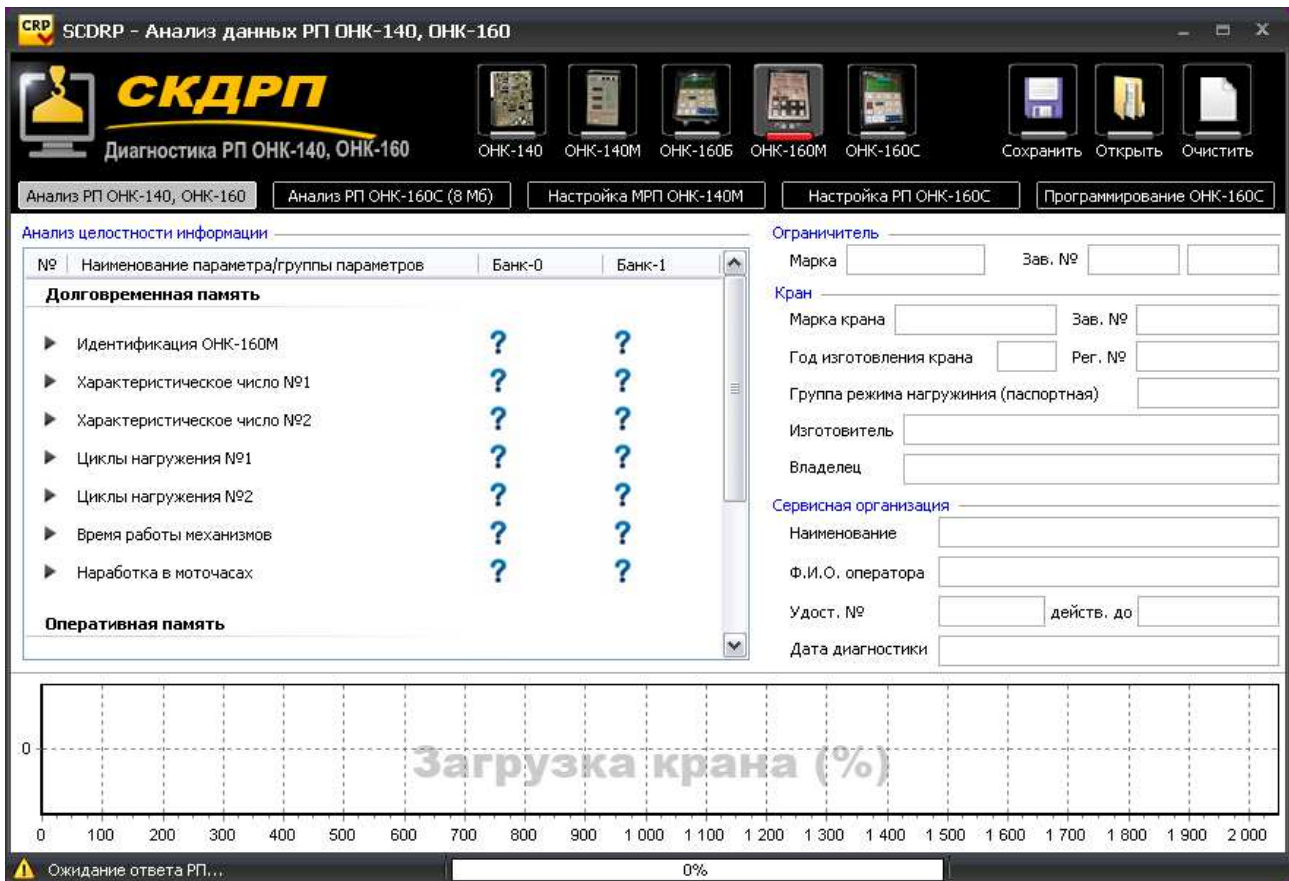

Рисунок 31. Считывание информации из РП ОНК-160М.
5. Нажать кнопку считывание информации с РП ОНК-160М –  . Таблица анализа за целостности информации заполнится наименованиями блоков. В строке состояния появится сообщение «Ожидание ответа РП...» (Рисунок 31).